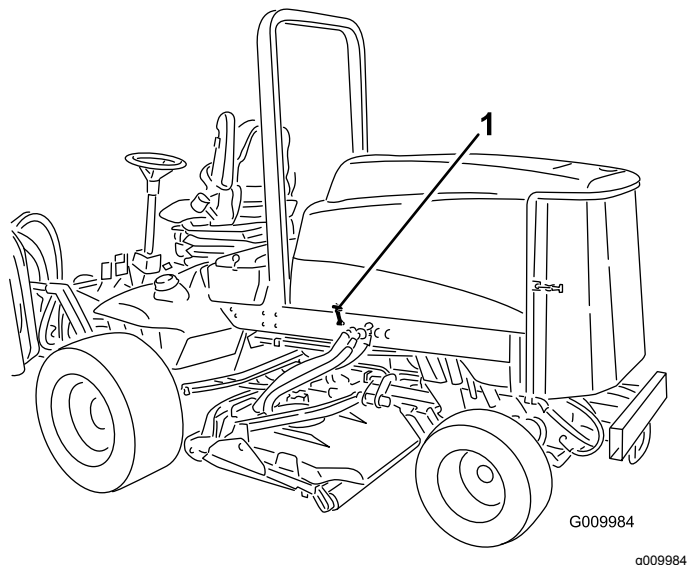

Figura 45
1. Desenganche los cierres del capó (Figura 45) y abra el capó.